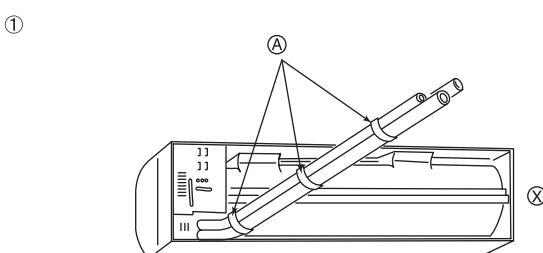

Fig. 3-4
① Hintere, rechte und untere Rohrleitungengang (Fig. 3-4)